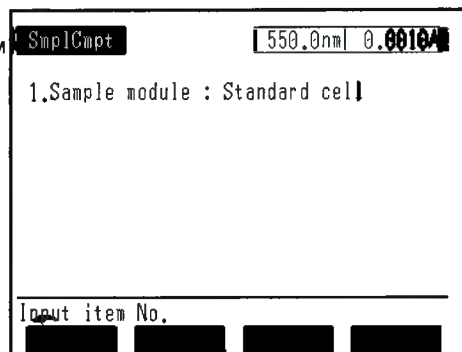

Рис. 18.1 Экран управления кюветным отделением (В случае стандартной кюветы).
- 1 Нажмите клавишу **F2** [SmplCmpt], чтобы Отобразить экран управления кюветным отделением (Рис. 18.1).